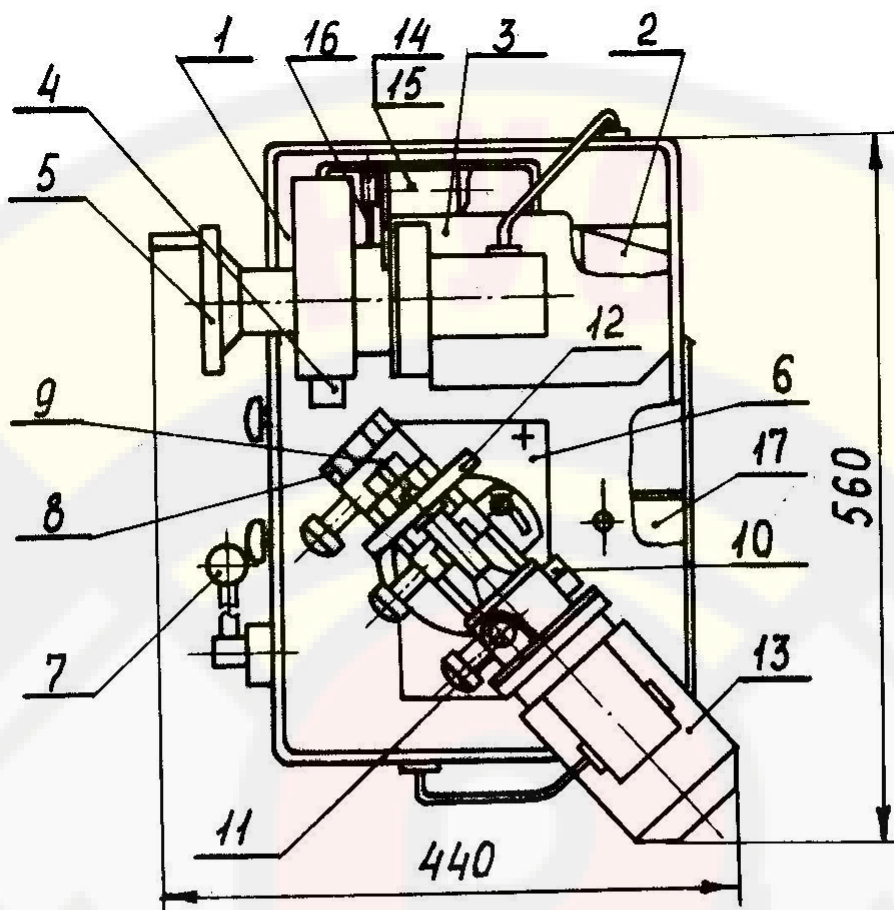
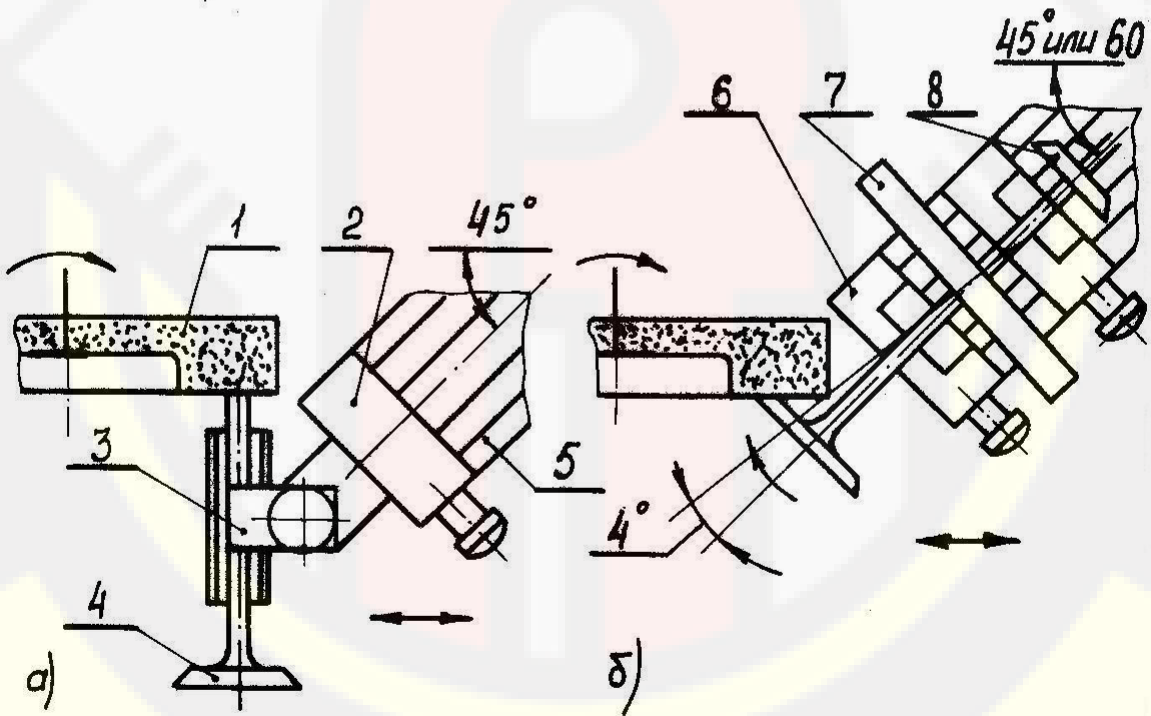

Рис.1. Общий вид установки, модель Р 186.
Рис.4. Шлифовка клапана.
4.1 По направляющим чугунной станины 1 (рисунок 1) перемещаются: двигатель с шлифкругом 4 (с помощью маховичка 5) и узел привода клапана, включающий в себя редуктор 11, приводной ролик 12 и двигатель 13 (с помощью рукоятки 7).
Установить приспособление для шлифовки торца клапана (рисунок 4а) на поворотные салазки и закрепить (угол поворота салазок  $45^{\circ}$ ). Произвести шлифовку торца клапана. Снять приспособление.
Установить опорные подшипниковые призмы на поворотные салазки (угол поворота  $45^{\circ}$  или  $60^{\circ}$  в зависимости от угла фаски клапана, рисунок 4 б). Подвести приводной ролик к стержню клапана. Произвести шлифовку фаски клапана возвратно-поступательным перемещением продольных салазок рукояткой 7 (рисунок 1).